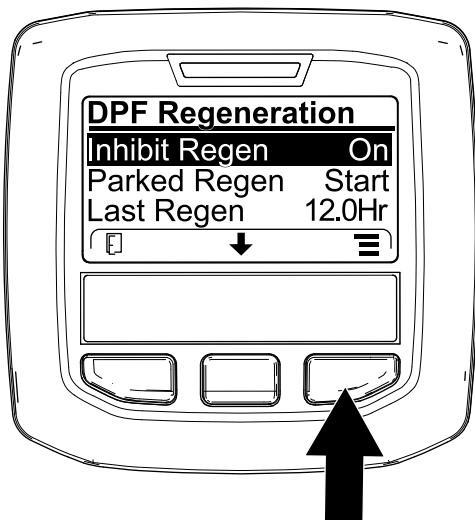
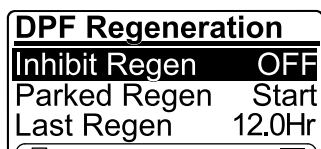

Figura 43
Figura 44
1. Accedete al menu DPF Regeneration, premete il pulsante centrale per scorrere il menu verso il basso fino all'opzione INHIBIT REGEN, quindi premete il pulsante destro per selezionare la voce Inhibit Regen (Figura 43).
2. Premete il pulsante destro per modificare l'impostazione dell'inibizione della rigenerazione da On a Off (Figura 43) o da Off a On (Figura 44).